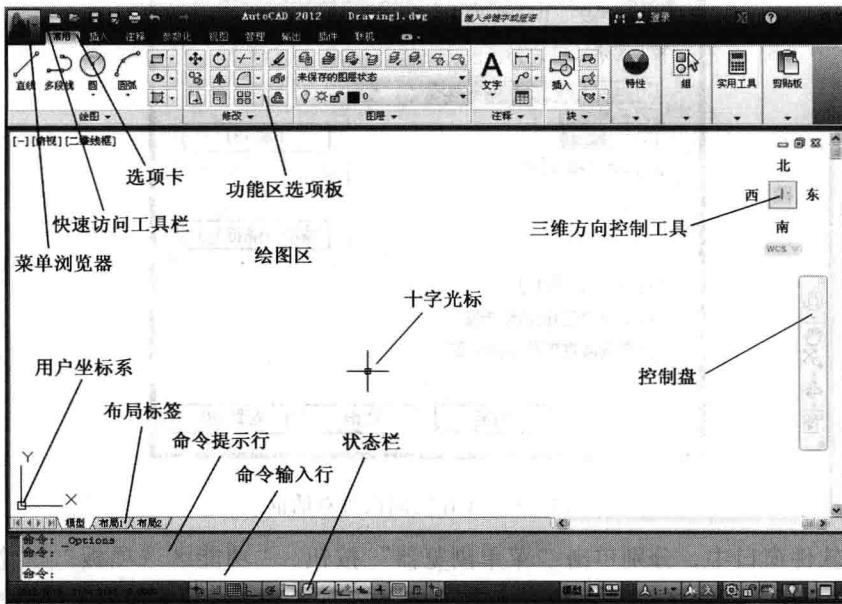

图 1-1 AutoCAD 2012 用户界面
(1) 双击 AutoCAD 2012 快捷图标，进入 AutoCAD 2012 用户界面，如图 1-1 所示。